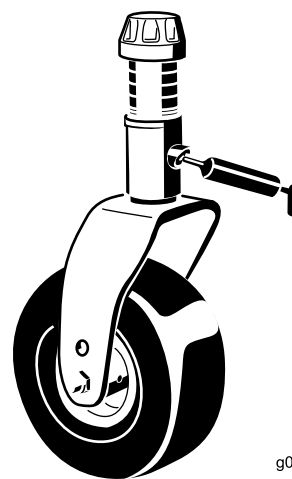

Bild 16
- Laufradgabel-Büchsen (2) (Bild 16)